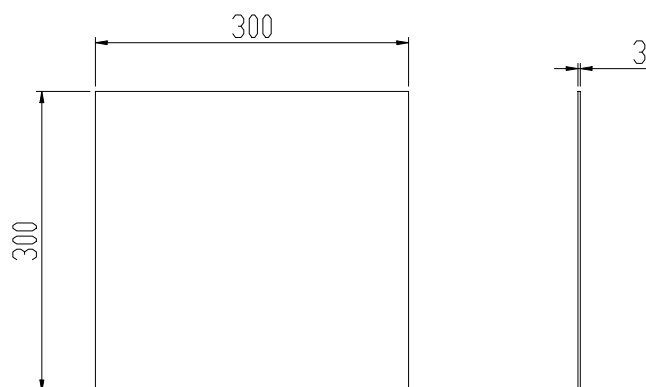

图4 铝散热板尺寸图
- 注：1. 产品的最终安装环境需要满足模拟散热环境的要求。(请参考图4的铝散热器)
为了满足降额曲线和整机性能指标，实际安装要求电源底面紧贴散热铝板或相同尺寸的机壳（建议散热板尺寸如图 4所示，单位 mm）。为了优化散热性能，铝板表面必须光滑并涂敷导热脂，且必须安装在铝板中心位置。